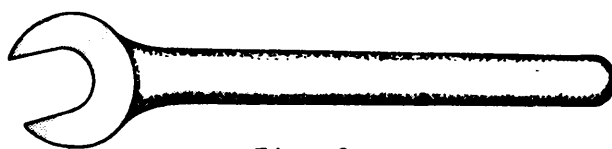

Fig. 6
a) Llave de una boca (fig. 6).